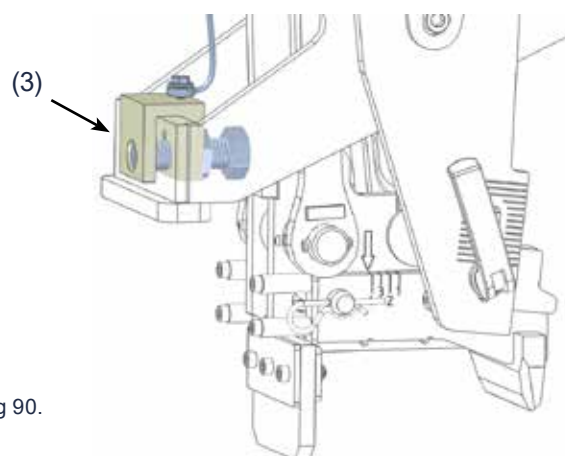

Fig 90.
4. Positionera arbetshuvudet MELLAN två slipers och kör avbefästningsarmarna mot den mekaniska stoppen (3) Fig 90.